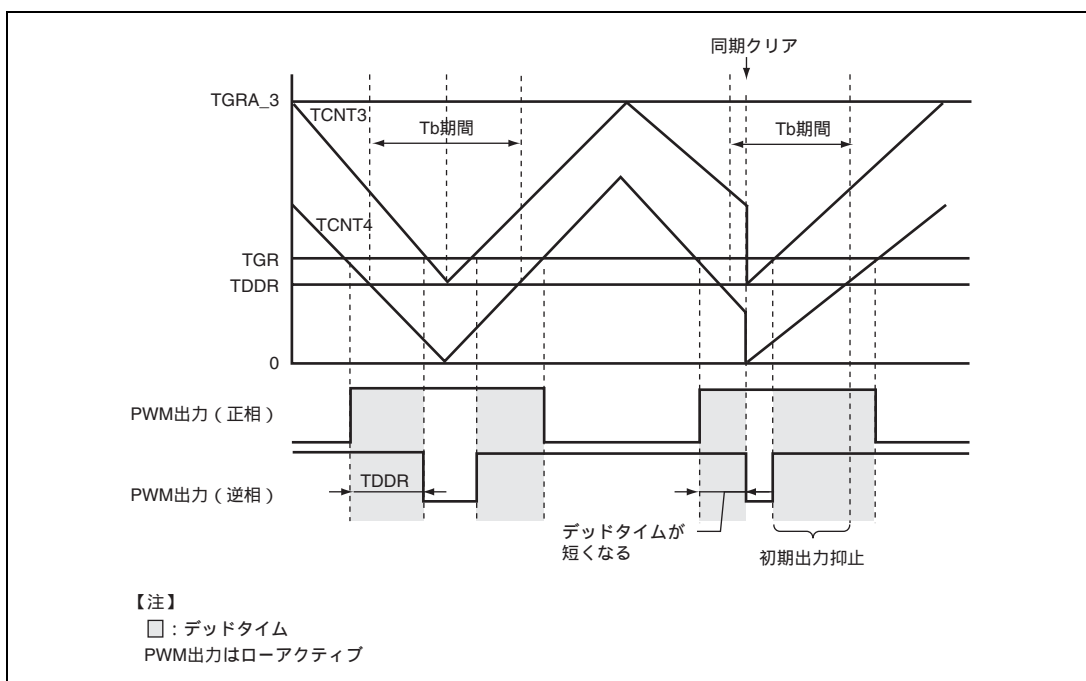

図 12.137 条件 (1) のクリア例
条件 (1) : 初期出力の抑止期間 にて、PWM 出力がデッドタイム期間中に同期クリアする (図 12.137)。